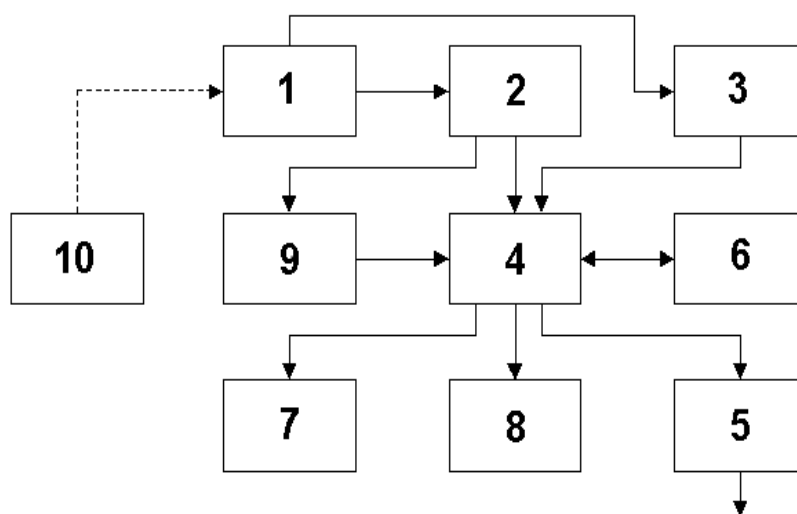

Рис. 5.4. Функциональная схема твердомера
5.2.3. Функциональная схема твердомеров MET-У1 / MET-У1А, MET-Д1 / MET-Д1А и MET-УД / MET-УДА приведена на рис.5.4.